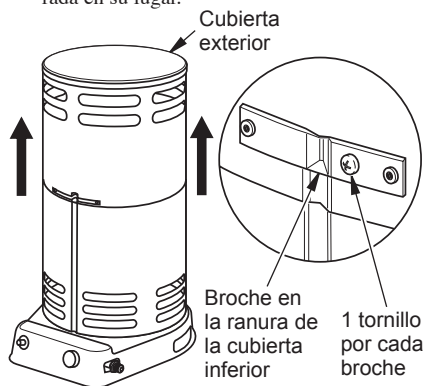

Figura 2 - Elevación de la cubierta exterior
1. Debe proteger sus manos mientras realiza este paso. Levante la cubierta exterior hacia arriba, como se muestra en la figura 2, hasta que los tres broches enganchen en las ranuras en la cubierta inferior. Los orificios para tornillos se alinearán en este momento.
2. Asegure los broches en su lugar con 3 tornillos (1 por cada broche), como se muestra en la figura 2. El calentador no se deberá hacer funcionar salvo que la cubierta exterior esté adecuadamente extendida y totalmente asegurada en su lugar.